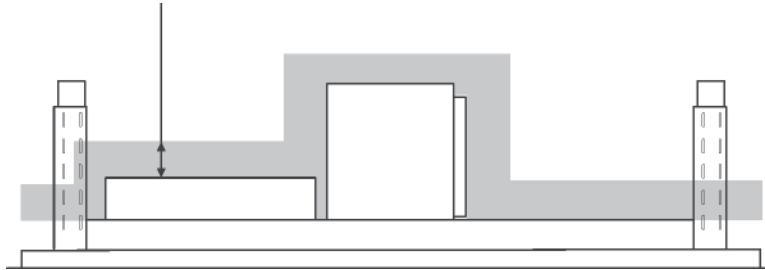

FIG. 1
10. Instalación del tipo que no es IC: El aislamiento térmico no debe cubrir la cubierta superior de la campana y debe estar separado 3 pulgadas (76 mm) de todos los lados. (Fig. 1)